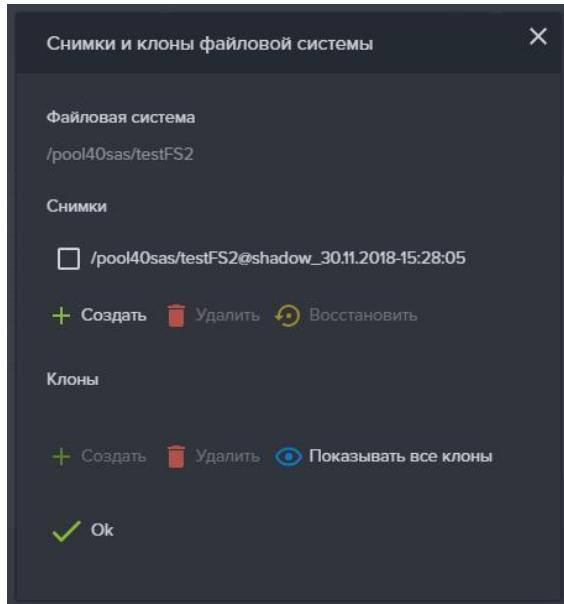

Рисунок 102. Редактирование SMB папки
- Нажмите на кнопку «Снимки и клоны», откроется окно «Снимки и клоны файловой системы» (см. Рисунок 102);